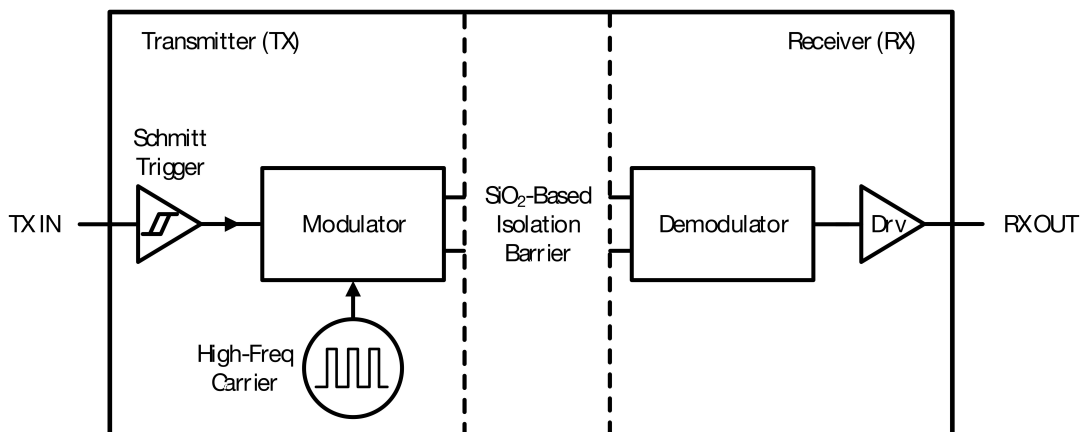
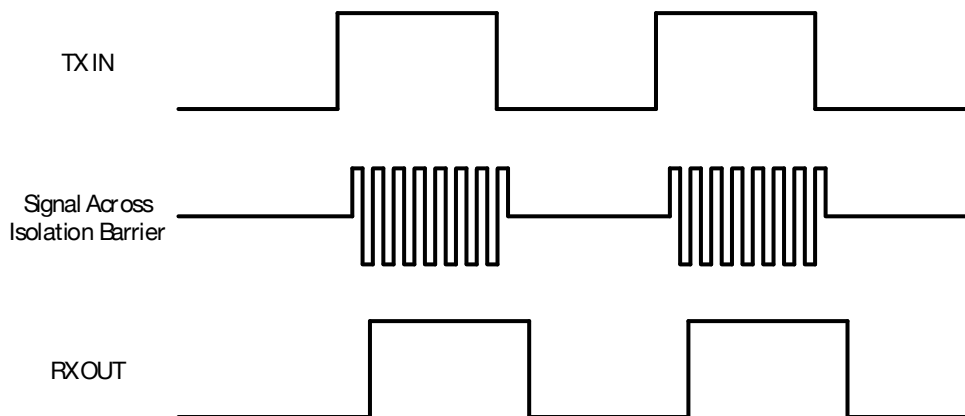

图 5-2 隔离通道的框图
图 5-3 OOK 调制方案的工作波形示意图
AMC130x器件使用简单的开关键控 (OOK) 调制方案在基于二氧化硅的隔离层之间传输信号。该隔离支持高低压域之间高达 5 kV_{RMS} 的电气隔离。隔离通道的框图如图 5-2 所示。如图 5-3 所示，当数字位流为高电平时，发射机 (TX) 通过高频载波对其进行调制，当数字位流为低电平时则不调制。接收机 (RX) 解调通过隔离层的信号并将其准确地恢复成数字位流。隔离通道采用全差分电容耦合架构，对共模瞬态噪声不敏感，因此可以最大化 CMTI 性能。该结构和相关电路同时提供低辐射和高磁场抗扰度。